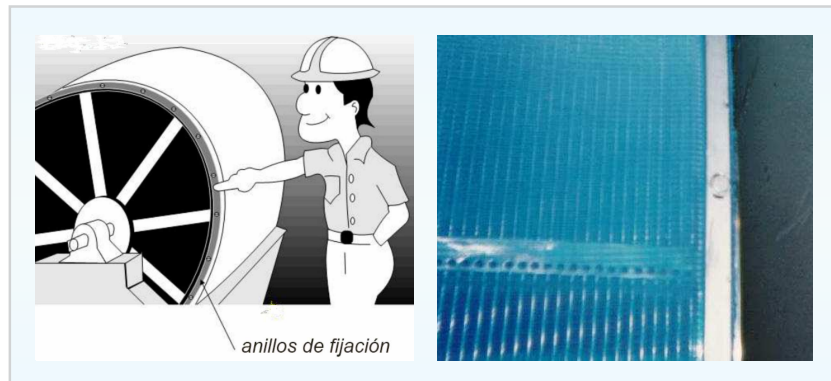

Figura 4: Fijación por anillos.
- **Anillos:** se atornillan sobre la tela en los bordes del filtro. En algunos equipamientos, los anillos pueden atornillarse en la superficie próxima del borde en canaletas específicas, según muestra la figura 4;